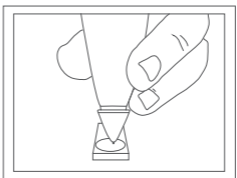

图6
6. 欲开始对仪器进行校准，小心地将探头垂直地按在校准盘上，如图6所示。在这过程中，确保探头一直完全往下压着，以使得探头的压力保持恒定。